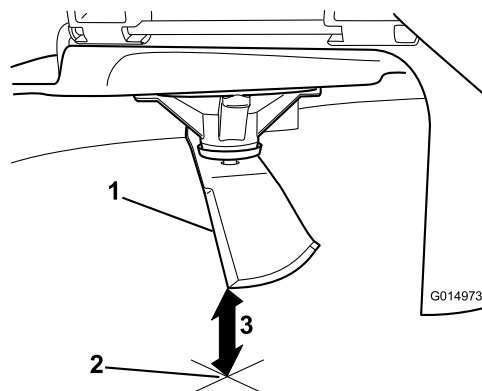

Figura 94
5. Mida desde la punta de la cuchilla hasta la superficie plana (**Figura 94**).